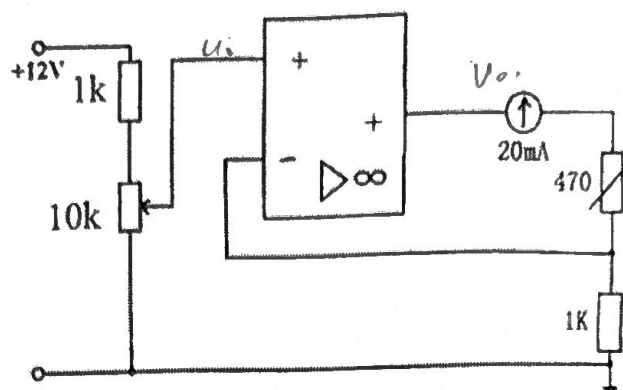

图 6-5 V-I 转换器原理图
2. 熟悉实验电路, 列出图 6-3 和图 6-5 所示电路输入输出之间的关系方程式, 并按电路参数计算出输出的理论值。
- 1) 用运放 LM741 按原理图 6-5 搭接好实验线路。